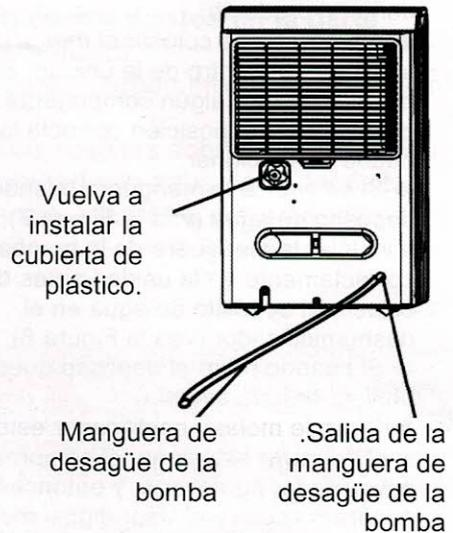

Figura 11
- Retire la manguera de desagüe continuo de la unidad e instale la cubierta de plástico a la salida de la manguera de desagüe continuo rotando en el sentido de las agujas del reloj (Vea la Figura 11).
- Inserte la manguera de desagüe de la salida de la bomba en la manguera de desagüe a una profundidad de al menos 15mm (Vea la Figura 11), entonces ubique el otro extremo de la manguera en el desagüe del piso o una salida de desagüe adecuada.